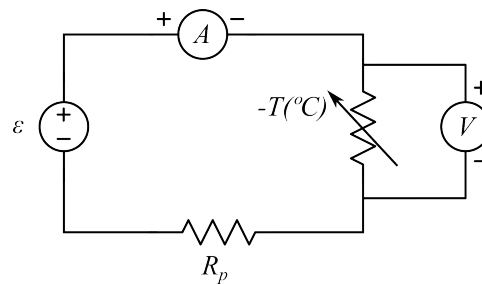

Figura 7 Esquema de montagem com fonte de tensão contínua, **termistor NTC**, resistor de proteção ($R_p = 20\text{k}\Omega$), voltímetro e amperímetro.
1. Monte o circuito conforme o esquema da figura 7, que contém um NTC e um resistor de proteção $R_p = 20\text{k}\Omega$ montados em série.